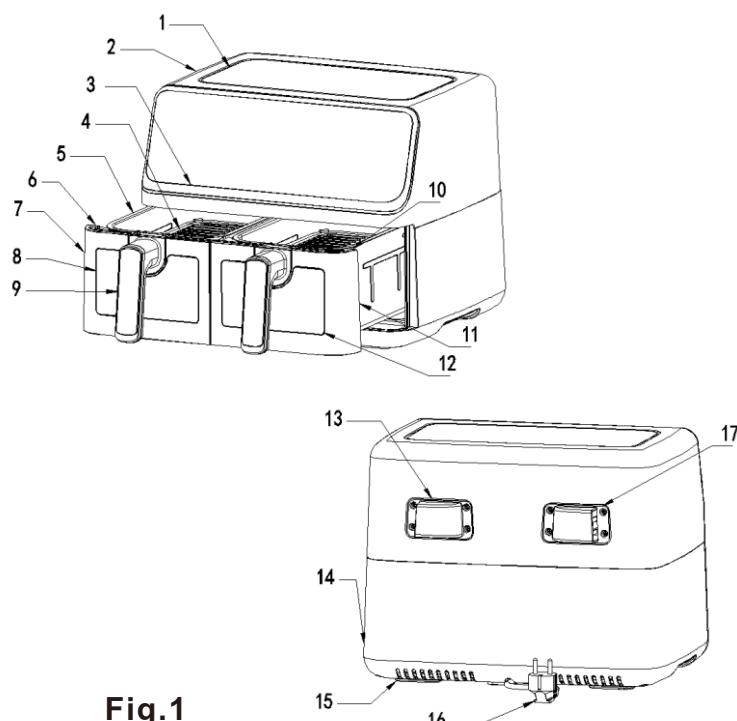

Fig.2
- Quaisquer superfícies acessíveis podem ficar quentes durante a utilização (Fig. 2).